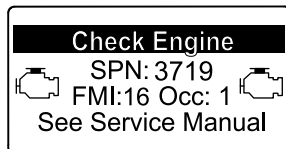

Figura 40
- Advertencia del motor SPN 3720, FMI 16 (Figura 40)